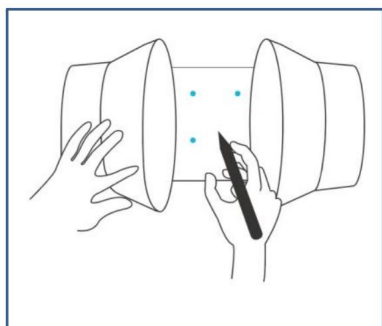

Fig.3.
3. Utilisez le support à bride pour régler la position souhaitée du ventilateur. Marquez les quatre trous de montage. Voir le (Fig. 3.)